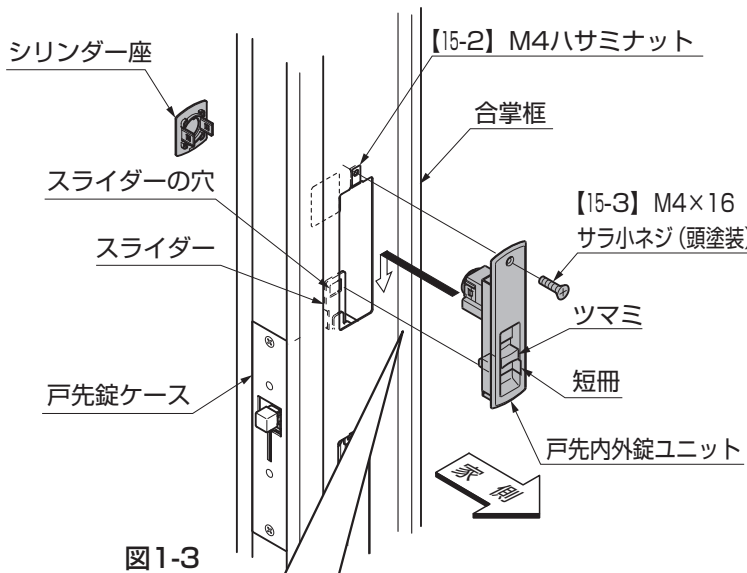

図1-3
- ①合掌框に【15-2】を差込んでください。(図1-3参照)
- ②戸先内外錠ユニットのスライダー連結部をスライダーの穴に合わせて、溝を合掌框に差込んで【15-3】で取付けてください。(図1-3、図1-4参照)
- ③道路側からシリンダー筒の突起部に合わせてシリンダー座を差込んでください。(図1-3、図1-4参照)